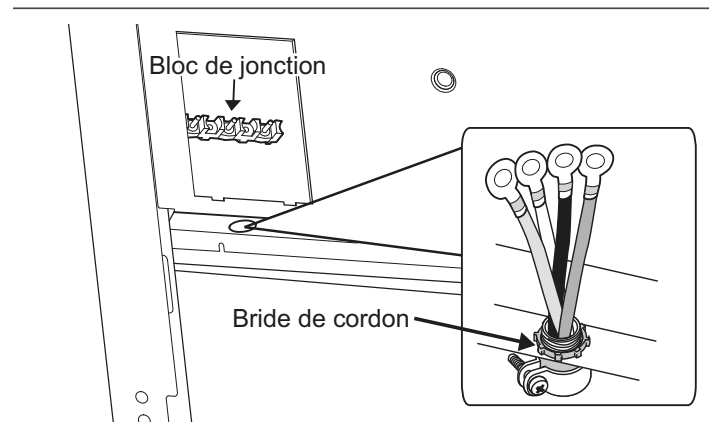

Figure 10 : Emplacement de la bride de cordon
Localisez le bloc de jonction à l'arrière de l'appareil et enlevez le couvercle (consultez la *Figure 10*). Le conduit doit être fixé à la boîte de connexion à l'aide d'un connecteur de conduit approuvé. L'extrémité libre du conduit de câbles doit être branchée à un bloc de jonction installé dans la zone d'alimentation électrique, comme illustré sur la *Figure 5* à la page 37.
Installez une bride de cordon (non fourni) dans le trou de 1 po (25,4 mm) de diamètre situé sous le bloc de jonction (voir *Figure 10*). Le câblage de l'appareil doit être acheminé au bloc de jonction par le conduit et à travers la bride de cordon. Les extrémités des fils doivent être munies de cosses en boucle de ¼ po, préférablement soudées sur place. Faites les connexions au bloc de jonction fourni.
1. Repérez le bloc de jonction à l'arrière de l'appareil et enlevez le couvercle (voir la *Figure 10*).
3. Installez une bride de cordon (non fournie avec la cuisinière) dans le trou de 1 po (25,4 mm) de diamètre situé sous le bloc de jonction, dans le panneau arrière (voir *Figure 10*). Faites passer les fils par la bride de cordon.